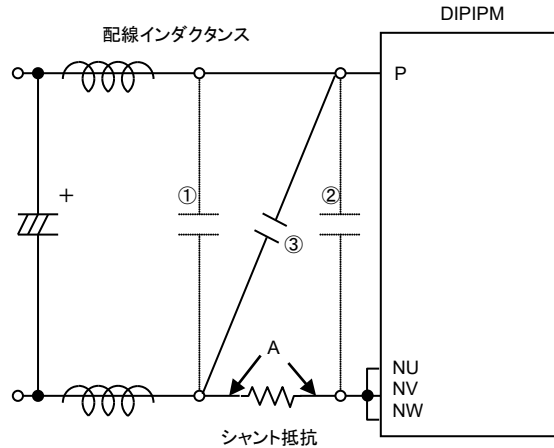

図3-1-8スナバ接続回路
図3-1-8のように、スナバコンデンサの挿入位置として①と②が考えられます。サージ電圧を最大限に除去するためにはスナバコンデンサを②の位置に設置する必要がありますが、シャント抵抗にはスナバコンデンサを通して充放電電流(配線インダクタンスとスナバコンデンサの共振電流)が流れます。配線インダクタンスが大きい場合、この充放電電流で短絡保護回路が動作する場合がありますので注意が必要です。